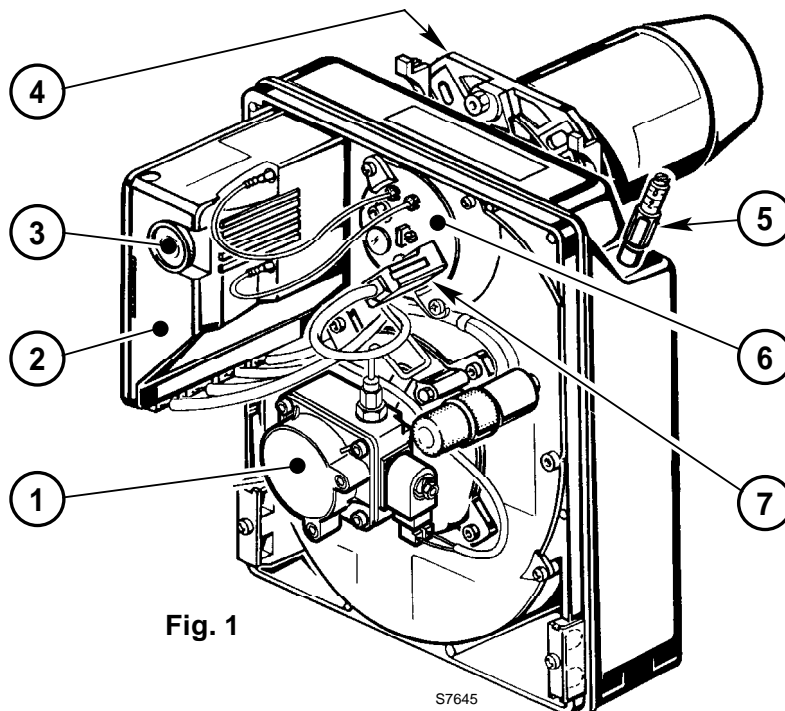

Fig. 1
C Wird durch die Kontrolllampe am Steuer- und Überwachungsgerät signalisiert (3, Abb. 1, S. 1).
Photowiderstand (7, Abb. 1, S. 1).
- Die Reinigung des Photowiderstandes ausführen, (7, Abb. 1, Seite 1).
In den meisten Fällen führt eine Störung zum Aufleuchten der Kontrolleuchte in der Entstörtaste des Steuergeräts (3, Abb. 1, S. 1).